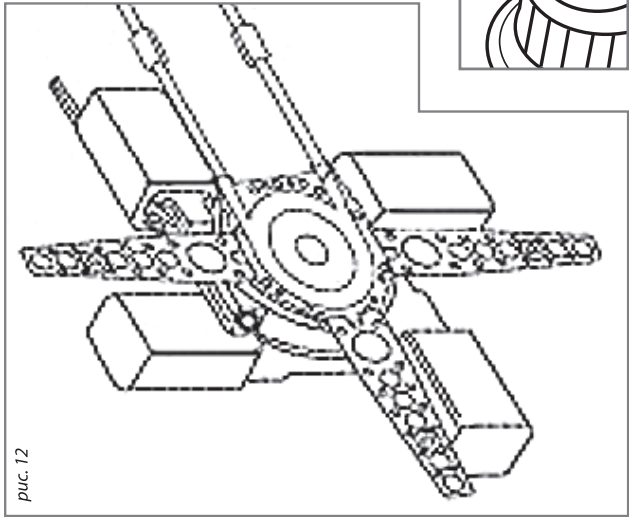

рис. 12
- При необходимости можно изменить позицию установки, сняв винты, повернув мотор и установив винты в нужном положении (рис. 12)